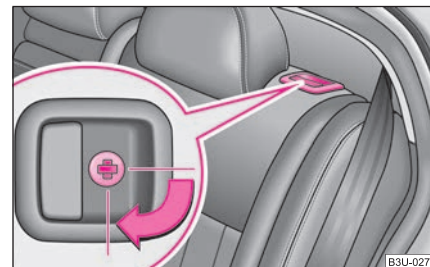

**Abb. 71 Blockierung des
- Die Entriegelungsknöpfe werden blockiert, indem Sie mit dem Hauptschlüssel den Schlitz im Schloss nach rechts → Seite 71, Abb. 71 drehen.